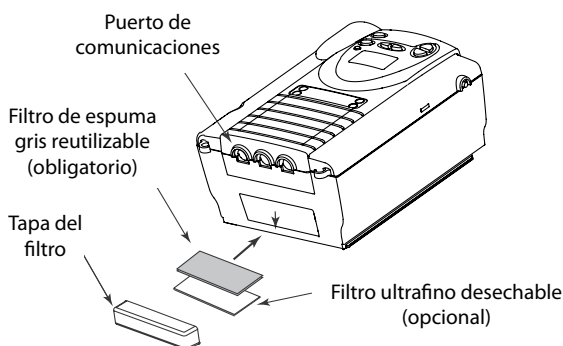

Figura 5-1 Instalación de los filtros de aire
2. Deslice los filtros hacia el interior de la entrada de aire en la parte posterior de la unidad (introduciendo primero el filtro blanco, en caso de que lo utilice). Empújelos hacia abajo dentro de la cavidad, tal como se muestra en la figura 5-1.